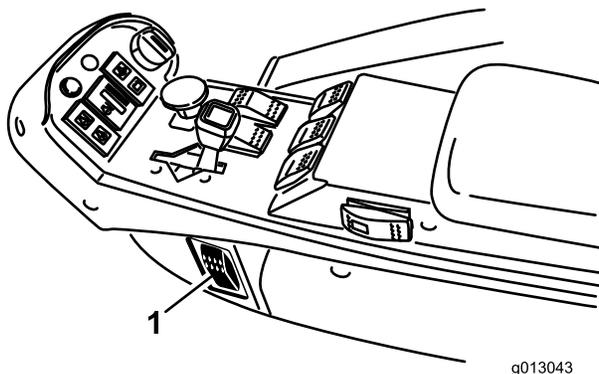

Figura 13
1. Premete l'interruttore di illuminazione (Figura 13) in posizione On per attivare i fari.